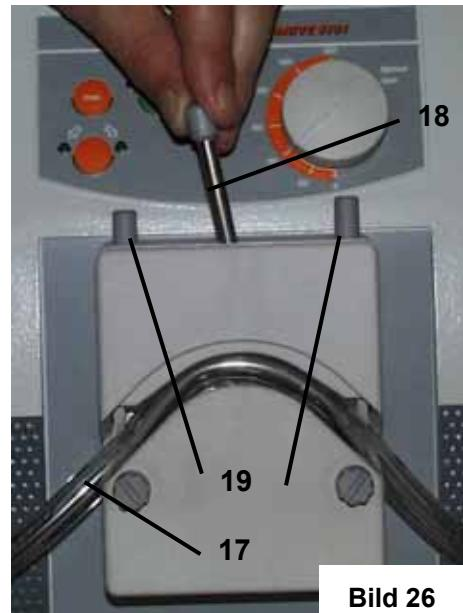

Bild 26
3.3. SP quick (Bild 26)
- Hebel (18) nach links schwenken und damit das Schlauchbett öffnen.
- Die beiden Klemmschrauben (19) bis zum Anschlag nach links drehen.
- Den Schlauch (17) in die sichelförmige Öffnung des Pumpenkopfes einlegen.
- Hebel (18) nach rechts schwenken und das Schlauchbett schliessen.
- Zur Einstellung der Klemmung, Pumpenantrieb stoppen und bei geöffnetem Schlauchbett durch Rechtsdrehen der beiden Klemmschrauben (19) die Schlauchklemmung verstärken. Schlauchbett schliessen und Einstellung mittels Probelauf überprüfen. Gegebenenfalls mehrfach wiederholen.